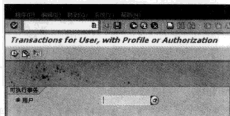

图 15-24 输入用户 ID 查询可用事务
STEP 1 在命令栏输入“S_BCE_68001426”命令，然后输入用户的 ID，单击“”按钮，如图 15-24 所示。